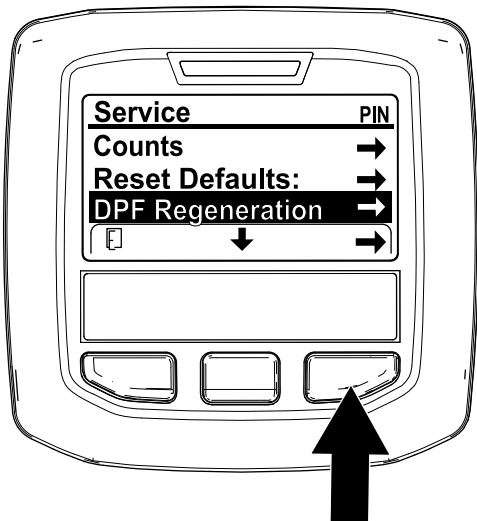

Figure 24
1. Dans le menu Entretien, utilisez le bouton central pour naviguer jusqu'à l'option DPF REGENERATION (régénération du FAP) (Figure 24).
2. Appuyez sur le bouton droit pour sélectionner l'option DPF Regeneration (Figure 24).